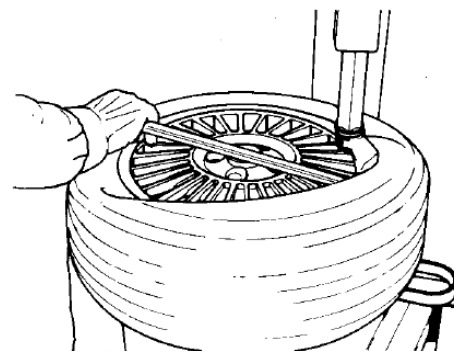

Figura 14
- Utilizando a alavanca auxiliar, levante o talão sobre a unha de desmontagem/montagem (Figura 14). Para auxiliar, pressione com a mão o pneu contra a roda em posição oposta à da unha, enquanto esta desliza sobre o talão;